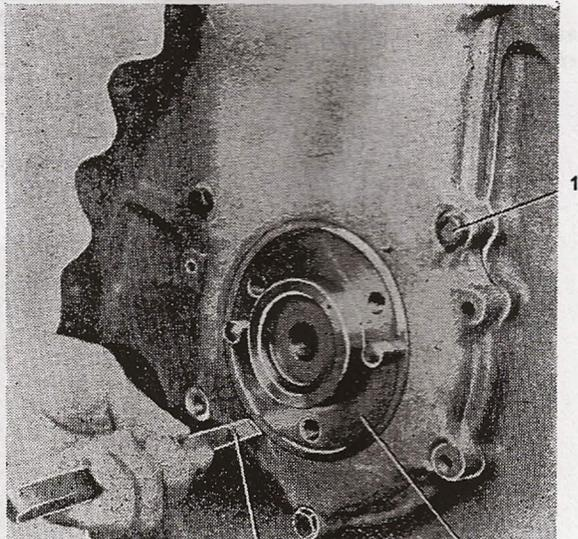

Fig. 80
4. Dévisser les sept vis M 8×30 (fig. 80/1) et retirer le couvercle des goupilles de centrage.
Avis: Après la repose du couvercle arrière, contrôler avec la jauge calibrée (fig. 80/2) si le jeu entre l'anneau de rejet d'huile arrière (fig. 80/3) du vilebrequin et l'orifice dans le couvercle arrière dans lequel cet anneau tourne est le même en tous points de la périphérie.